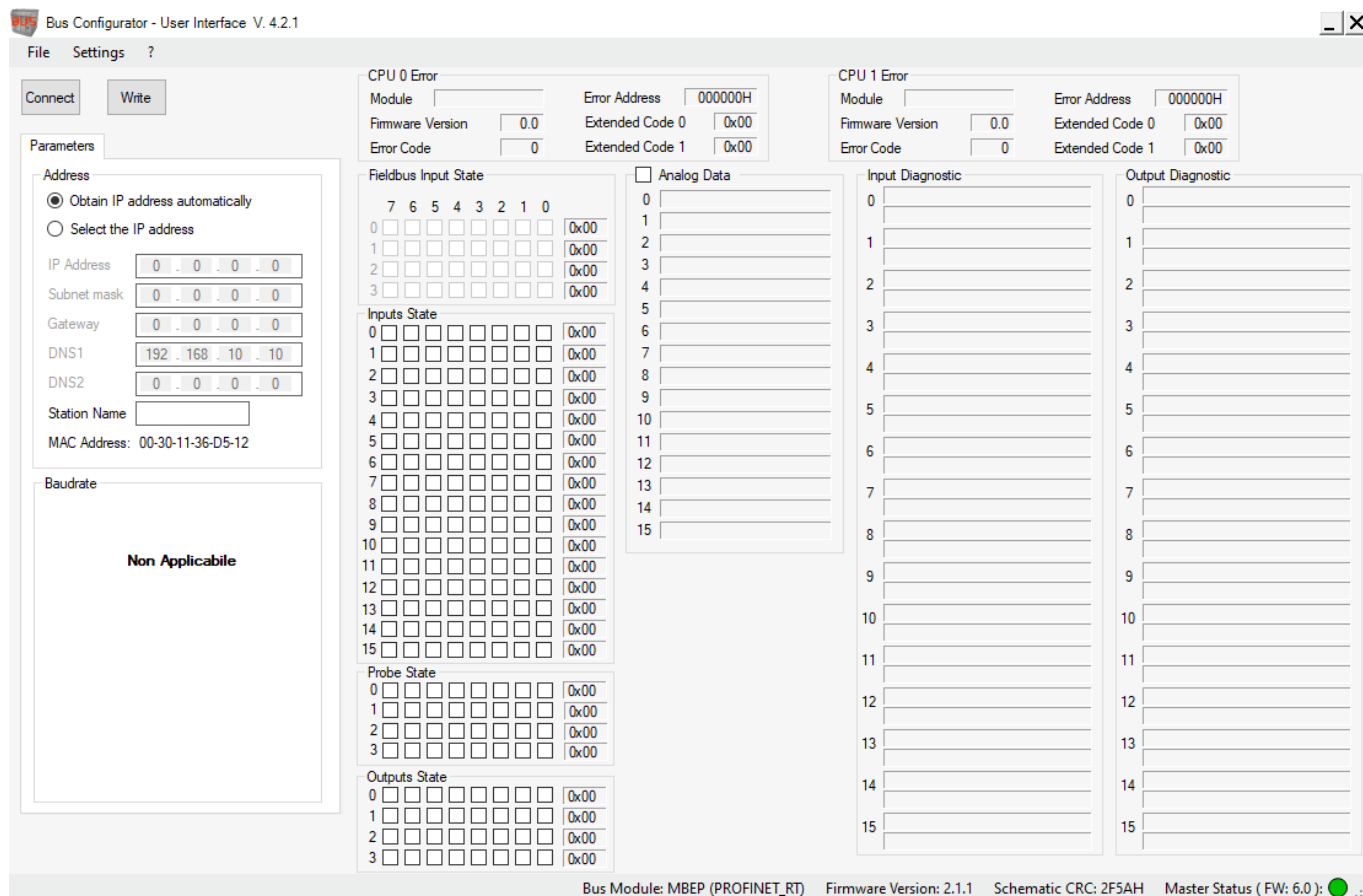

Fig. 13: Bus Configurator – User Interface, informazioni sul Bus Configurator
Il programma riconosce che è stato collegato un fieldbus (Fig. 13). La barra di stato mostra il modello fieldbus ①, la versione del firmware del modulo fieldbus ②, la CRC schematica ③ e lo stato e la versione del firmware del modello base ④:
Dopo avere instaurato il collegamento con il modulo fieldbus e in seguito al riconoscimento del modulo fieldbus è possibile configurare i parametri (vedere Fig. 13). Cliccando il pulsante **Write**, i dati di configurazione saranno trasmessi al modulo.